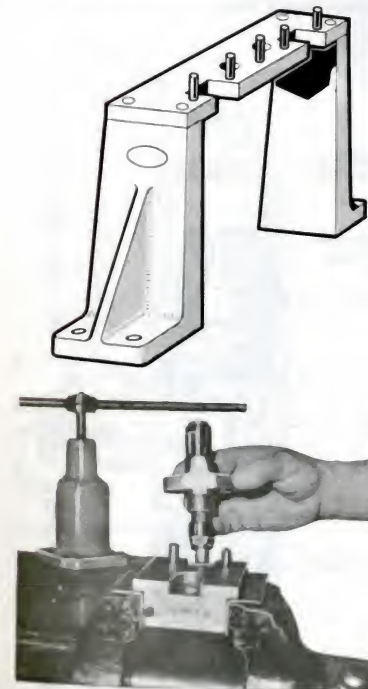

Fig. 6. — Supports de démontage des porte-injecteurs.
- suivant le cas, le porte-injecteur sera directement serré dans l'étau ou placé sur un montage approprié (fig. 6);